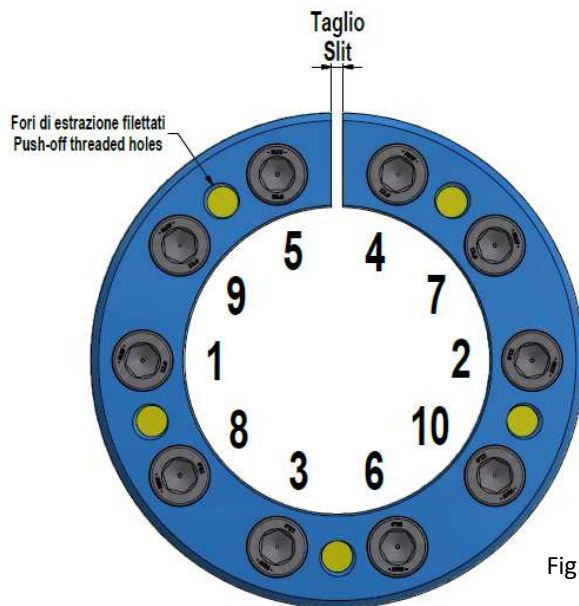

Fig. 3. Esempio di schema di serraggio.
4. Avvitare manualmente le viti, secondo uno schema a croce, partendo da una posizione a circa 90° rispetto al taglio (fig. 3), fino al recupero completo dei giochi di accoppiamento con albero e mozzo, che risulteranno leggermente bloccati. Al contempo, assicurarsi che il mozzo sia allineato correttamente, utilizzando un comparatore. **Un corretto centraggio del mozzo, fin dall'inizio del montaggio, è essenziale per ottenere un corretto centraggio a montaggio completato.**
5. Usare una chiave dinamometrica, regolata ad una coppia maggiorata di circa il 5% rispetto alla coppia di serraggio (Ma) di catalogo, o ridotta entro il limite consentito. **Avvitare progressivamente le viti in più passate, secondo uno schema a croce (fig. 3), serrando di ¼ di giro circa ad ogni passata, fintanto che non sia più possibile serrare di ¼ di giro.** Partire con una vite posizionata a circa 90° rispetto al taglio (fig. 3); le viti adiacenti al taglio vanno serrate in sequenza.